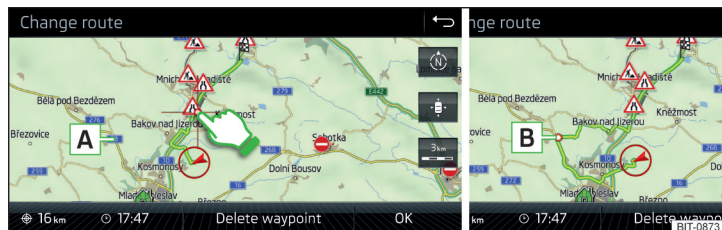

Fig. 242 Modification de l'itinéraire sur la carte / point de passage de l'itinéraire
- Touchez l'écran au niveau de l'itinéraire et déplacez le curseur à l'emplacement souhaité sur la carte, par ex. **A** » fig. 242.
Le point de passage **B** est inséré dans l'itinéraire » fig. 242.